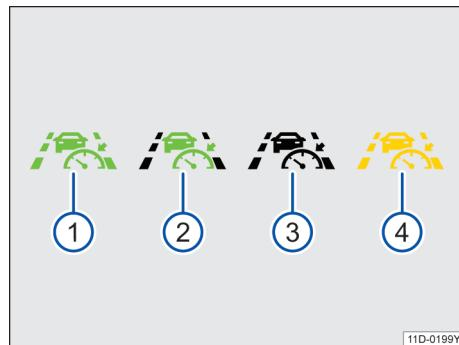

图 120 半自动驾驶辅助系统图标
→图 120 ① 半自动驾驶辅助系统 (Travel Assist) 已激活、自适应巡航和自适应车道导向已激活。
→图 120 ② 半自动驾驶辅助系统 (Travel Assist) 已激活、自适应巡航已激活以及自适应车道导向未激活。
→图 120 ③ 关闭半自动驾驶辅助系统 (Travel Assist)。
组合仪表显示屏上的绿色指示灯→图 120 ① 亮起。此外，在识别到道路交通标线时，通过转向动作将车辆保持在车道内。
→ 图 120 ④ 半自动驾驶辅助系统 (Travel Assist) 不可用或不按要求工作。